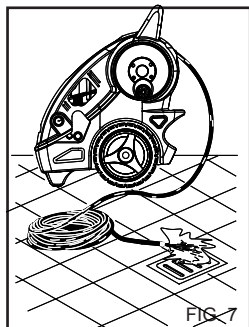

FIG. 7
**Pour éliminer les éventuelles impuretés ou bulles d'air du circuit hydraulique, effectuer la première mise en service du nettoyeur haute pression sans la lance, et laisser sortir l'eau pendant quelques secondes. Les éventuelles impuretés pourraient obstruer la buse et empêcher son fonctionnement (fig. 7).**